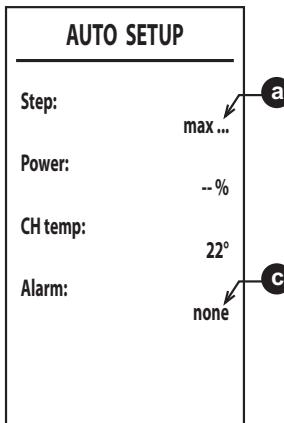

fig. 38
7. După aprindere, arzătorul se poziționează pe diferențele puteri (max, med, min) indicate de punctul **a** (fig. 38).